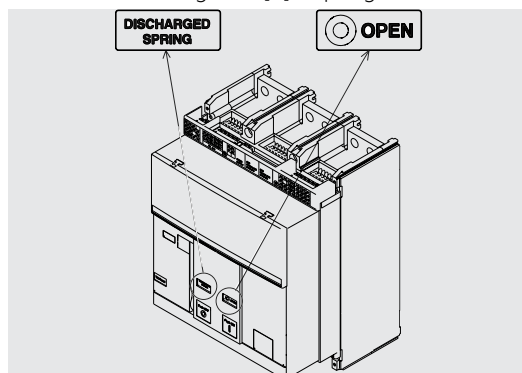

Figura 42
1. Controlar que el interruptor esté abierto (indicador abierto/cerrado "O - OPEN") y controlar que los resortes estén descargados (indicador resortes "blanco - DISCHARGED SPRING") como indicado en Figura 42.